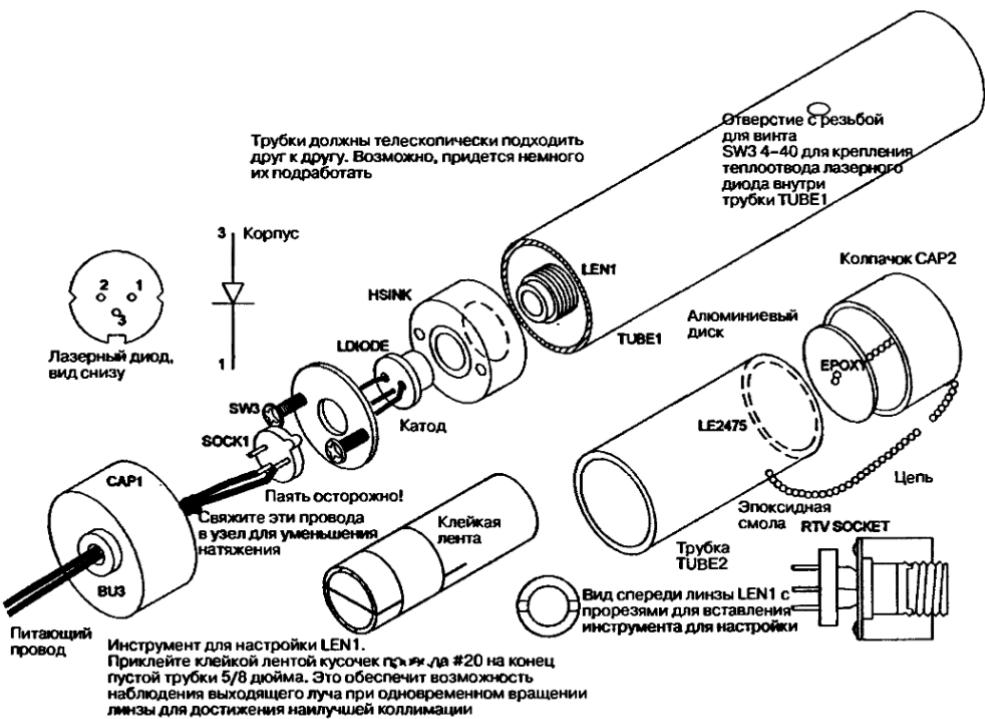

Рис. 9.9. Сборка лазерной головки и коллиматора
- Соберите TUBE1 и TUBE2, как показано на рис. 9.9 и 9.10. Учтите, что эти части должны подходить друг к другу и образовывать телескопическую структуру.
С рис. 9.9